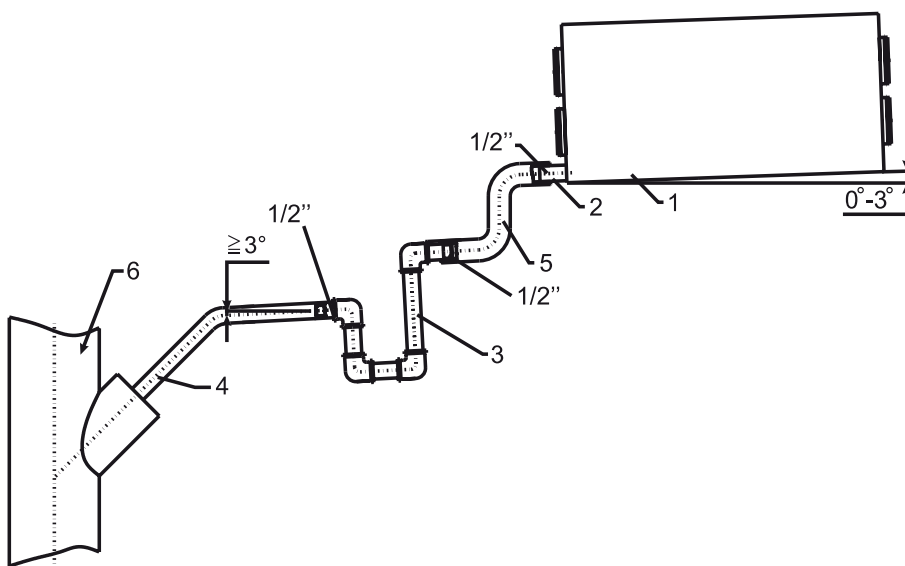
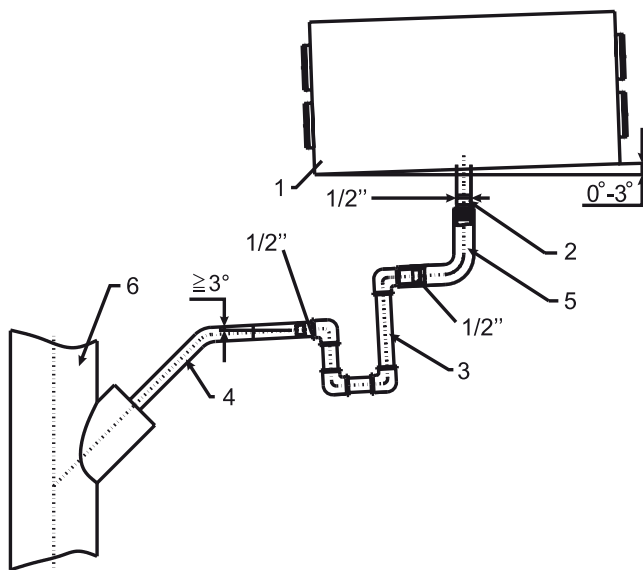

Рис. 8.1. Отвод конденсата от вентустановки для LV-PACU 400, 700 H-V4.
Рис. 8.2. Отвод конденсата от вентустановки для LV-PACU 1000, 1500, 1900 H-V4.
После установки вентустановки необходимо установить систему отвода конденсата. Отверстия для слива конденсата смонтированы на заводе-изготовителе. К отверстиям для слива конденсата необходимо подключить входящие в комплект поставки сифон (3) или сифоны (в зависимости от типоразмера вентустановки) и при помощи труб (4, 5) произвести подключение к канализационной системе (6), как показано на рис. Рис. 8.1–Рис. 8.2.
После монтажа дренажной системы проверьте ее работу, залив в поддон отвода конденсата 0,5 литра воды (сифон (3) должен быть постоянно заполнен водой). Если вода не вытекает из поддона, устраните данную неисправность. Система отвода конденсата должна эксплуатироваться в помещениях с температурой воздуха выше 0 °С, в противном случае необходимо покрыть тепловой изоляцией всю систему отвода конденсата от вентустановки до канализационной трубы и проложить нагревательный элемент (в виде кабеля) под изоляцией. Схема отвода конденсата от вентустановки показана на рис. Рис. 8.1–Рис. 8.2.